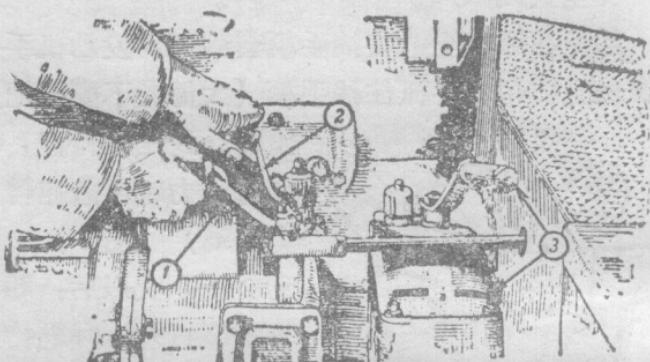

图 7 起动离合器拉杆、起动齿輪拉杆及起动变速杆图
17. 将起动齿輪拉杆拉向自己一方，使起动齿輪与飞輪的环齿相連接（图 7）。